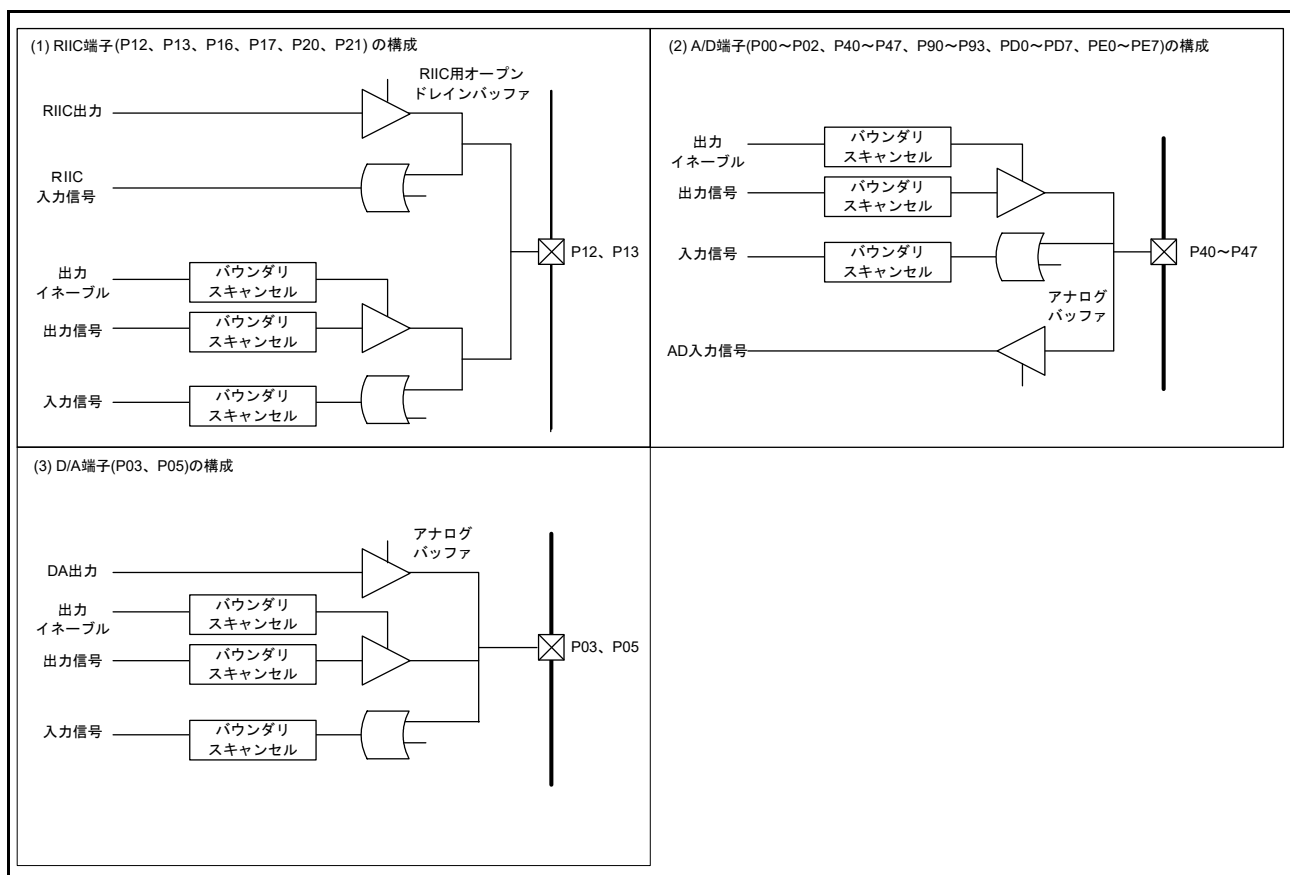

図 49.4 各端子の構成
- (5) クロック端子 (EXTAL, XTAL, XCIN, XCOUT) はバウンダリスキャンの対象外です。
- (6) リセット端子 (RES#) はバウンダリスキャンの対象外です。
- (7) USB 専用端子 (USB0\_DP, USB0\_DM) はバウンダリスキャンの対象外です。
- (8) オンチップエミュレータイネーブル端子 (EMLE) はバウンダリスキャンの対象外です。
- (9) バウンダリスキャン端子 (BSCANP) はバウンダリスキャンの対象外です。
- (10) バウンダリスキャンの端子 (TCK, TMS, TRST#, TDI, TDO) はバウンダリスキャン対象外です。
- (11) バウンダリスキャン機能は以下のとき、使用できません。
- (12) オープンドレイン機能付き端子を、オープンドレイン機能有効として使用した場合、バウンダリスキャン機能で出力のスキャンレジスタを1、出力イネーブルレジスタを1に設定し、EXTEST 命令、CLAMP 命令、SAMPLE/PRELOAD 命令のいずれかを実行すると端子はハイインピーダンスではなく、High 出力になります。
- (13) 複合ポートの場合、バウンダリスキャンの規格を守るように注意してください。RIIC 端子との複合ポート端子構成 (P12, P13, P16, P17, P20, P21) を図 49.4 (1) に示します。P12, P13, P16, P17, P20, P21 を RIIC 端子 (SCL0[FM+], SCL2, SDA0[FM+], SDA2) として使用した場合、バウンダリスキャン機能をご使用の際は、オープンドレイン出力との衝突、回り込みに注意してください。
- (14) P00 ~ P02, P40 ~ P47, P90 ~ P93, PD0 ~ PD7, PE0 ~ PE7 端子構成を図 49.4 (2) に示します。P00 ~ P02, P40 ~ P47, P90 ~ P93, PD0 ~ PD7, PE0 ~ PE7 を AD 入力 (AN000 ~ AN007, ANEX0, ANEX1, AN100 ~ AN120) として使用した場合、バウンダリスキャン機能をご使用の際は、AD 入力との衝突、回り込みに注意してください。
- (15) P03, P05 の端子構成を図 49.4 (3) に示します。P03, P05 を DA 出力 (DA0, DA1) として使用した場合、バウンダリスキャン機能をご使用の際は、DA 出力との衝突、回り込みに注意してください。
- (16) MD 端子は HIGHZ オプションを使用することができません。